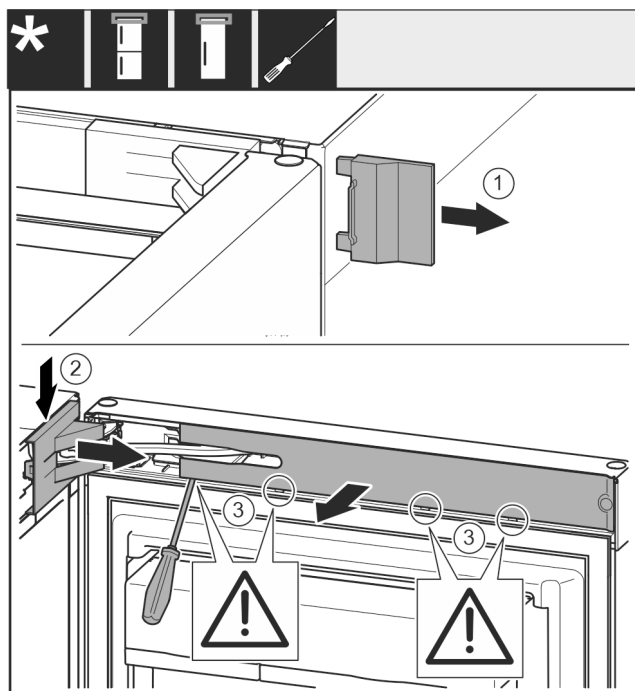

Fig. 8
- 取下盖板 Fig. 8 (1)。
- 拆卸并松开托架盖 Fig. 8 (2)。
- 取下托架盖 Fig. 8 (2)。
- 使用带槽螺丝刀松开隔板 Fig. 8 (3)并把它转到一边。